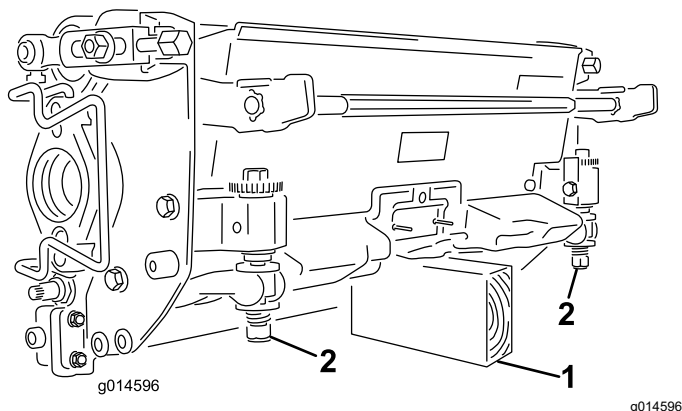

Figura 60
**Important:** Ori de câte ori trebuie să înclinai unitatea de tăiere, sprijinii partea din spate a acesteia pentru a asigura faptul că piulițele de pe șuruburile de reglare a barei de cadru nu se află pe suprafața de lucru (**Figura 60**).